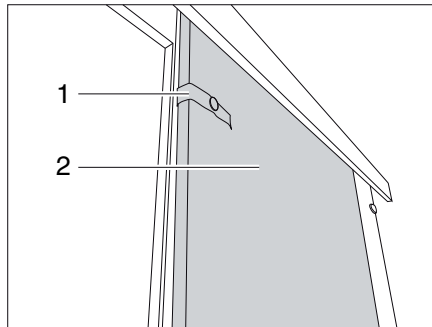

Fig. 77 Porte coulissante
- Détacher la bande de sécurité (Fig. 77,1).
- Tirer la porte coulissante (Fig. 77,2) en position de fermeture.
- Amener la porte coulissante (Fig. 77,2) dans la position d'ouverture.
- Fixer la porte coulissante avec la bande de sécurité (Fig. 77,1).